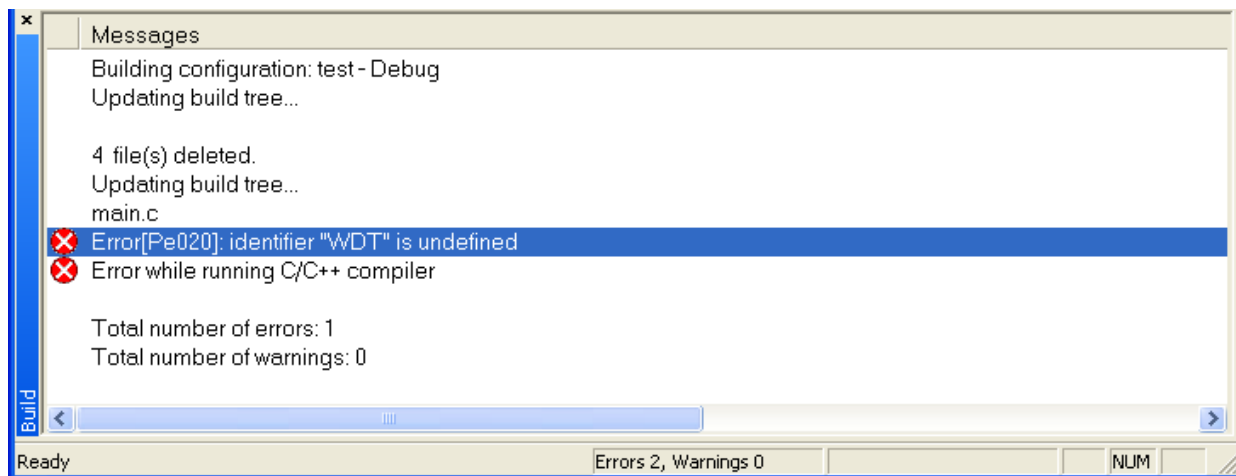

Рисунок 2.11 – Окно отображения информации о результатах компиляции проекта
- выявленные в результате компиляции сообщения об ошибках отображаются в окне Build. При активизации сообщения об ошибке компилятор выводит подробные сведения о локализации и возможных причинах ошибки (рисунок 2.11).